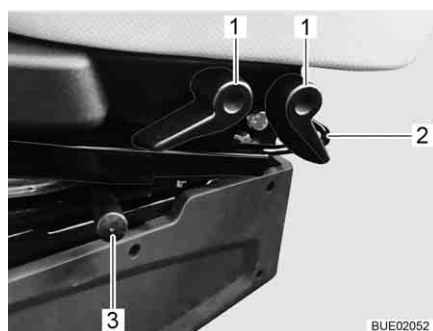

Fig. 24 Regolazione del sedile
- Premere la leva di sbloccaggio (Fig. 24,3) indietro. L'arresto si sblocca.
- Tirare la staffa (Fig. 24,2) verso l'alto.
- Tirare la leva (Fig. 24,1) verso l'alto.